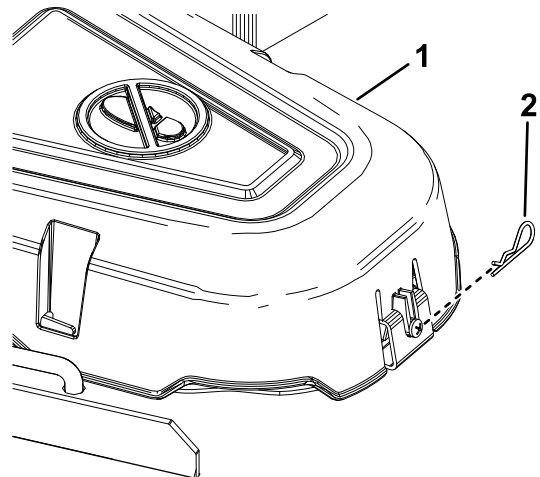

Figure 53
4. Retirez la goupille fendue et appuyez sur la languette pour déposer les protège-poulies (Figure 53).